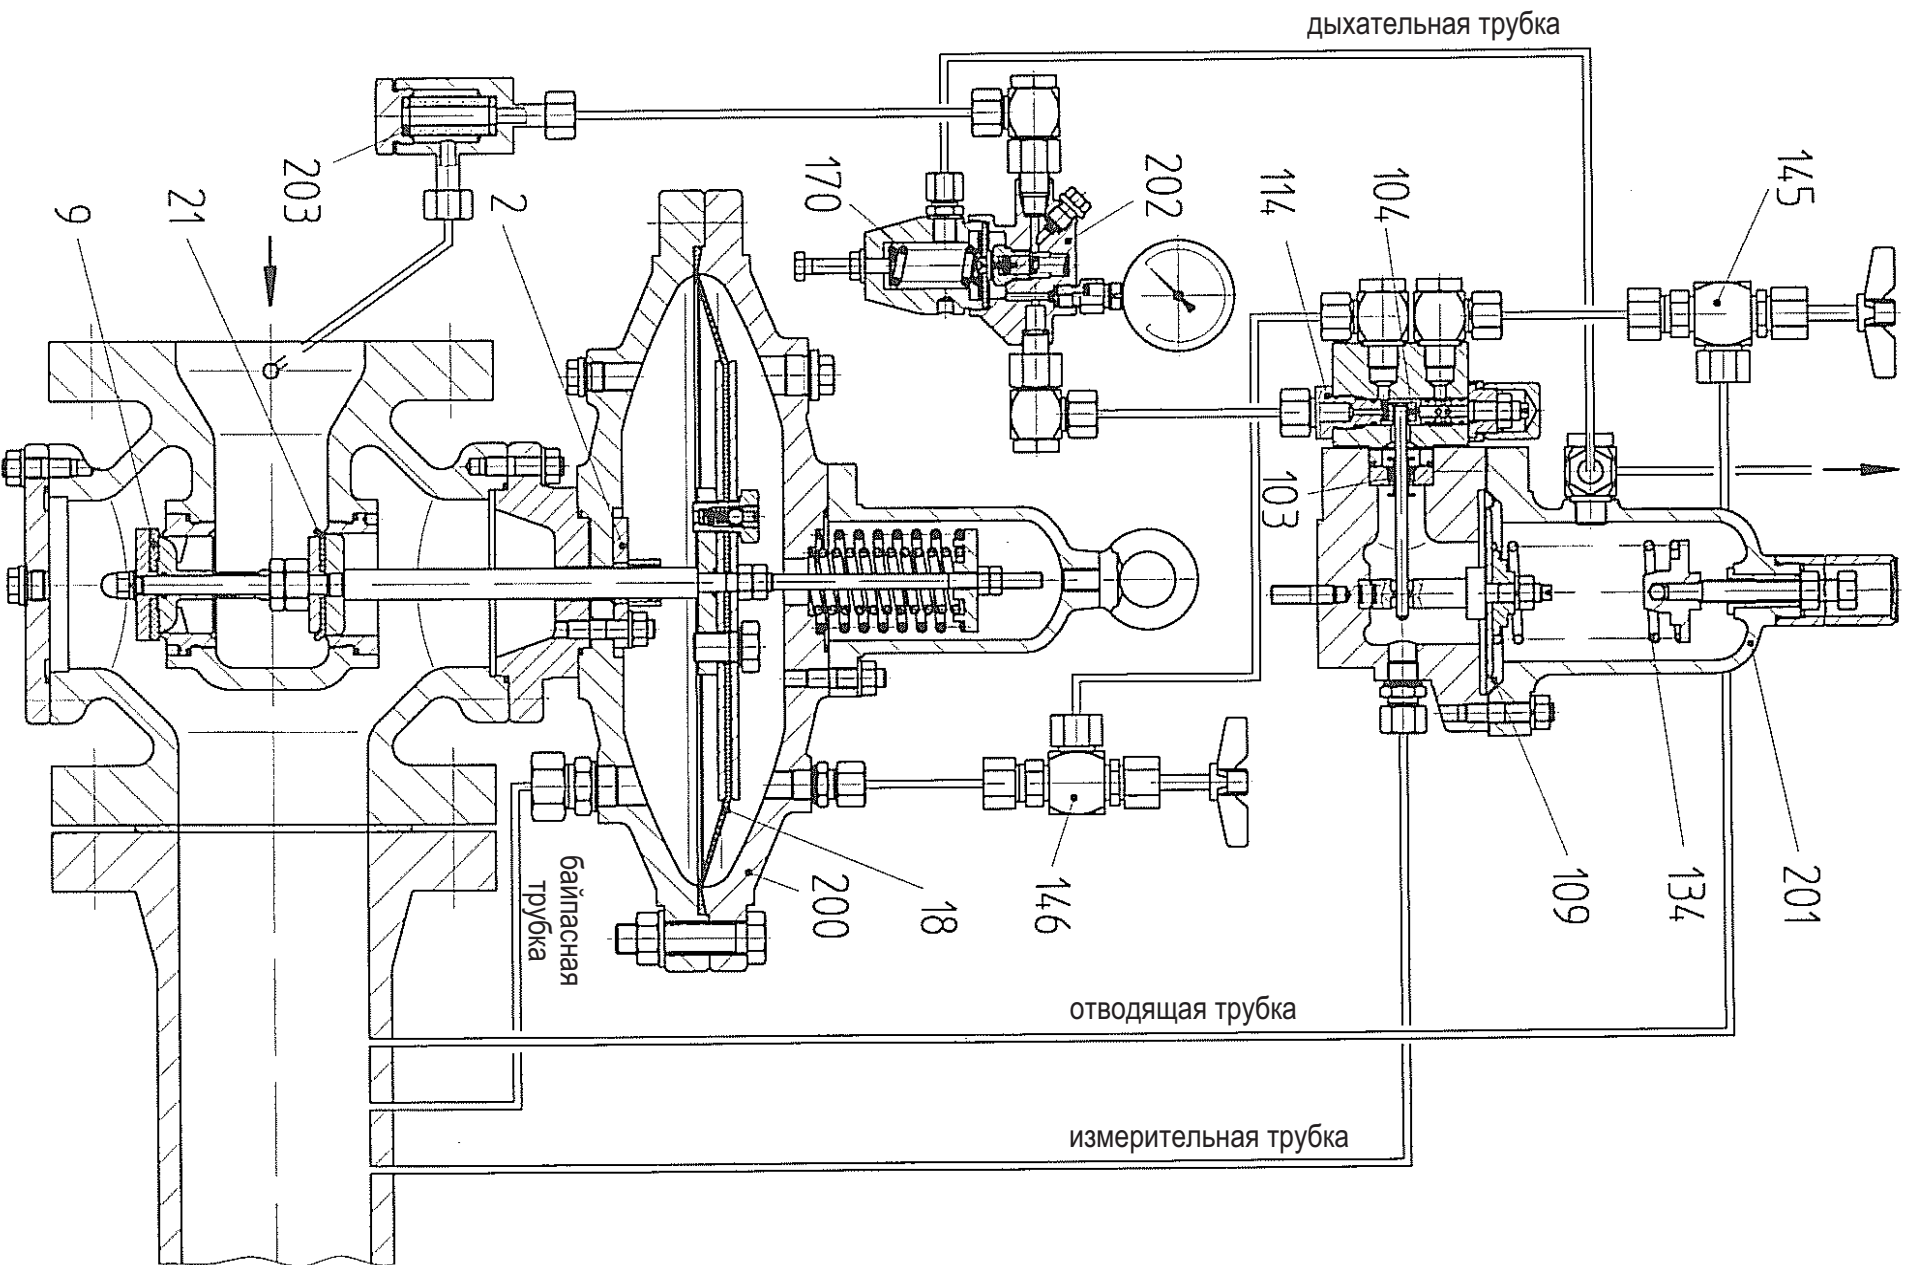

Рис. 1 Регулятор давления газа GRDV-B
1. Применение, конструкция, принцип действия (рис. 1)
5. Пуск в эксплуатацию (рис. 1)
- Снять напряжение с пружин задатчика (134) пилота (201) и (170) ступени вспомогательного давления (202); для регуляторов с дистанционной настройкой задатчика посредством обратного хода двигателя до самостоятельного отключения через концевой выключатель или ручным регулированием.
- Открыть клапан (145) 1/2 - 1 вращением.
- Натянуть пружины задатчика (170) ступени вспомогательного давления.
6. Техобслуживание (рис. 1)